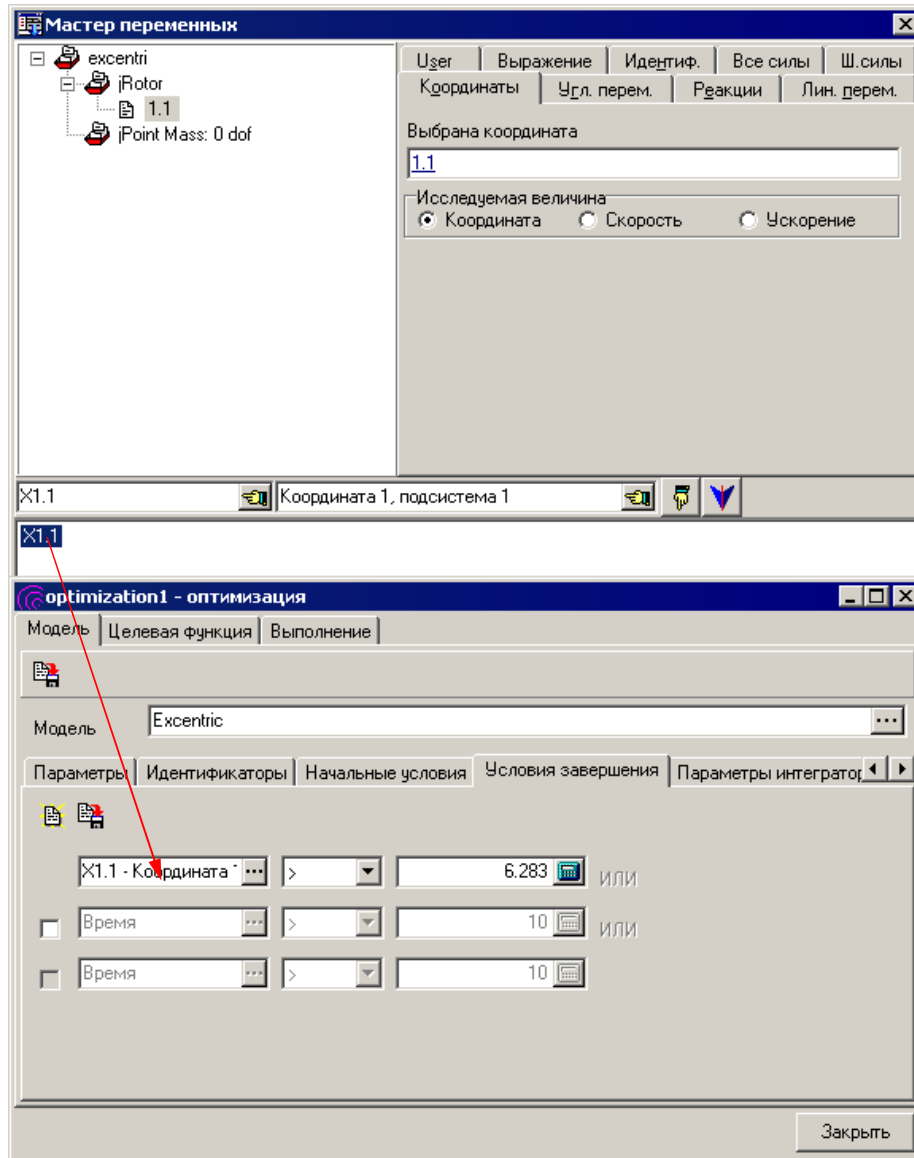

Рис. 5.9. Оптимизация: условия завершения
2. Откройте **Мастер переменных** (пункт меню **Инструменты / Мастер переменных**). Создайте переменную, соответствующую координате 1.1 так, как показано на рис. 5.9 и перетащите эту переменную в окно описания проекта оптимизации, как это показано на рис. 5.9.